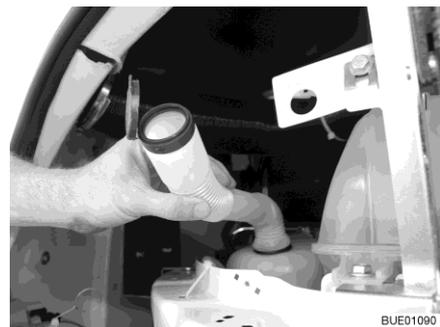

Fig. 45 Bocchettone di riempimento in posizione di riempimento
- Ruotare il tubo flessibile in modo che l'apertura di rifornimento indichi verso l'alto (Fig. 45).